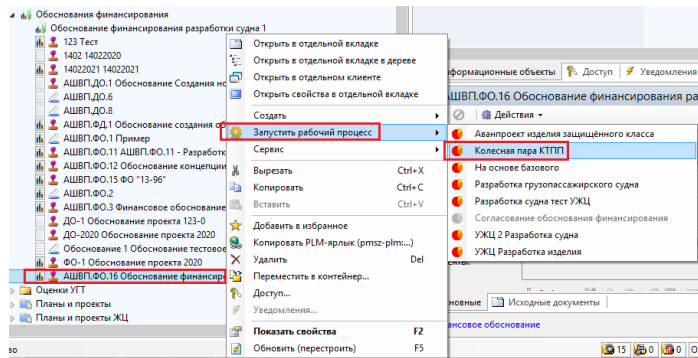

Рисунок 189 — Форма запуска рабочего процесса
- выделить в дереве (в папке «Обоснования финансирования») соответствующий объект типа «Финансовое обоснование» (должен иметь статус «Утверждено», кликнуть правой кнопкой мыши, далее в диалоге выбрать «Запустить рабочий процесс», далее из перечня доступных (существующих в системе) выбрать шаблон модели ЖЦ на основании которого будет создан экземпляр процесса УЖЦ, например, в нашем случае, «Колесная пара КТПП» (Рисунок 189).